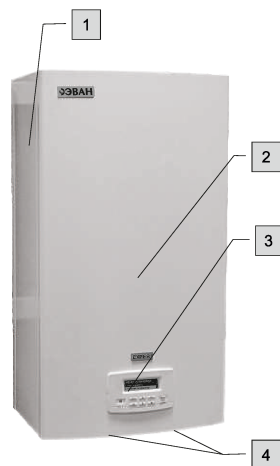

Рисунок 1. Внешний вид прибора.
4.2 Внешний вид прибора представлен на рис. 1.
8.4 В начале отопительного сезона перед запуском прибора необходимо проверить, не заблокирован ли вал циркуляционного насоса отложениями или накипью. Для этого снимите лицевую панель (2) рис.1, предварительно отсоединив блок управления (3), в соответствии с п. 4.3, затем отвинтите защитный колпачок и поверните вал двигателя с помощью отвертки по стрелке (рис.30). Установите защитный колпачок на место. Первый пуск насоса проведите на максимальной скорости. Работа может быть выполнена без привлечения специалиста сервисного центра.